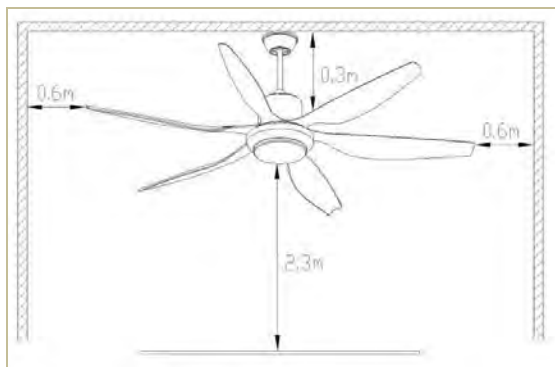

Fig. 1
(1) Espaço mínimo para a instalação (Fig. 1)